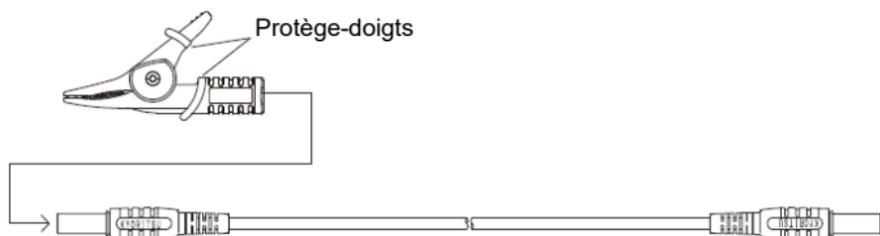

Fig.4
- (1) Dévisser et enlever ① illustré à la figure 4 et enlever le goupille de pointe.
- (2) Installez la broche longue et serrez ①.